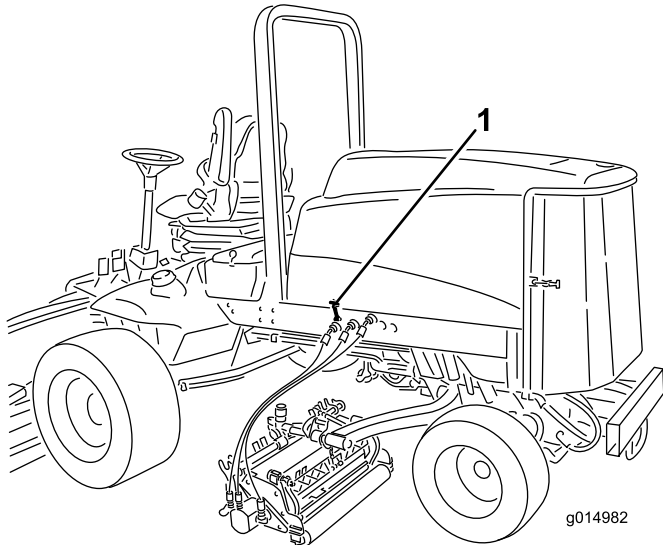

Figure 31
2. Déverrouillez les verrous du capot et ouvrez le capot (Figure 31).